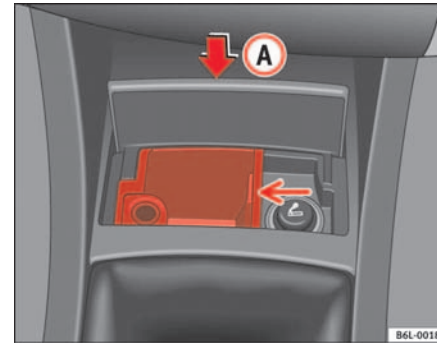

Abb. 84 Aschenbecher vorne
- Durch Drücken auf den unteren Teil des Aschenbecherdeckels (A) ⇒ Abb. 84 öffnet sich der Aschenbecher durch Federwirkung automatisch.